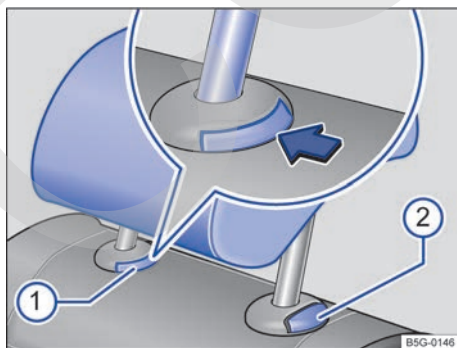

Fig. 100 Apoyacabezas traseros: desmontaje.
- Pulse la tecla → fig. 100 ① de la guía del apoyacabezas.
- Al mismo tiempo presione la tecla → fig. 100 ② mientras una segunda persona extrae el apoyacabezas completamente.
- Desplace el apoyacabezas hacia abajo a la vez que presiona la tecla → fig. 100 ①.